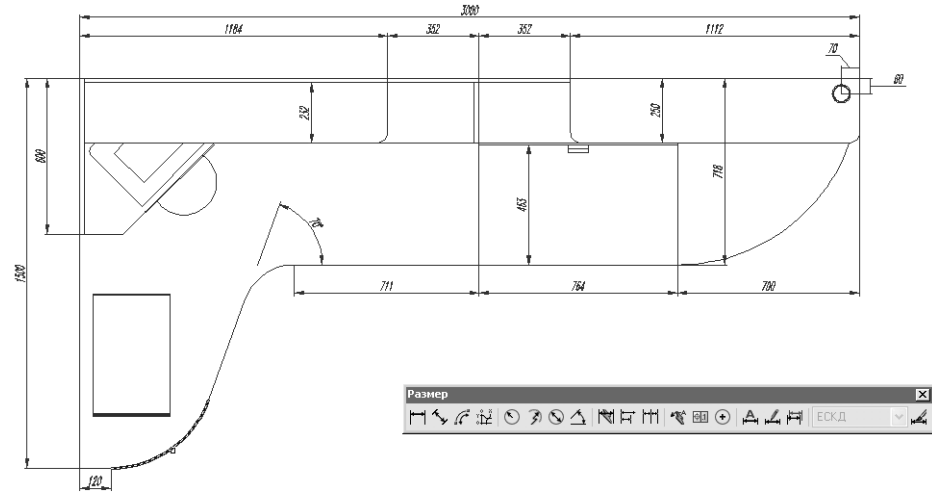

Рис. 11.24 ▼ Выбор объекта для нанесения размера радиуса
- В ответ на приглашение AutoCAD выбрать дугу или окружность щелкните на сопряженном участке угловой части столешницы, как показано на рис. 11.24.